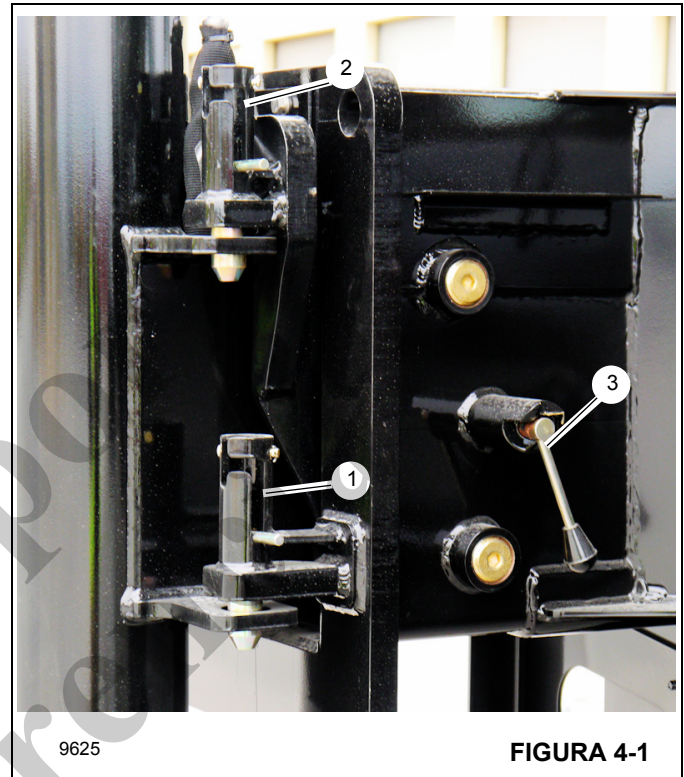

FIGURA 4-1
1. Desenganche el bloqueo mecánico de propulsión (1, Figura 4-1) que asegura cada viga en la posición totalmente retraída durante el transporte.
- b. Posición 50 % extendida. Enganche las trabas manuales de posición central (2, Figura 4-1) para colocarlas en el punto medio.
- c. (NTC60L solamente) posición 75 % extendida. Enganche las trabas manuales (3, Figura 4-1) girando la manija en sentido horario.